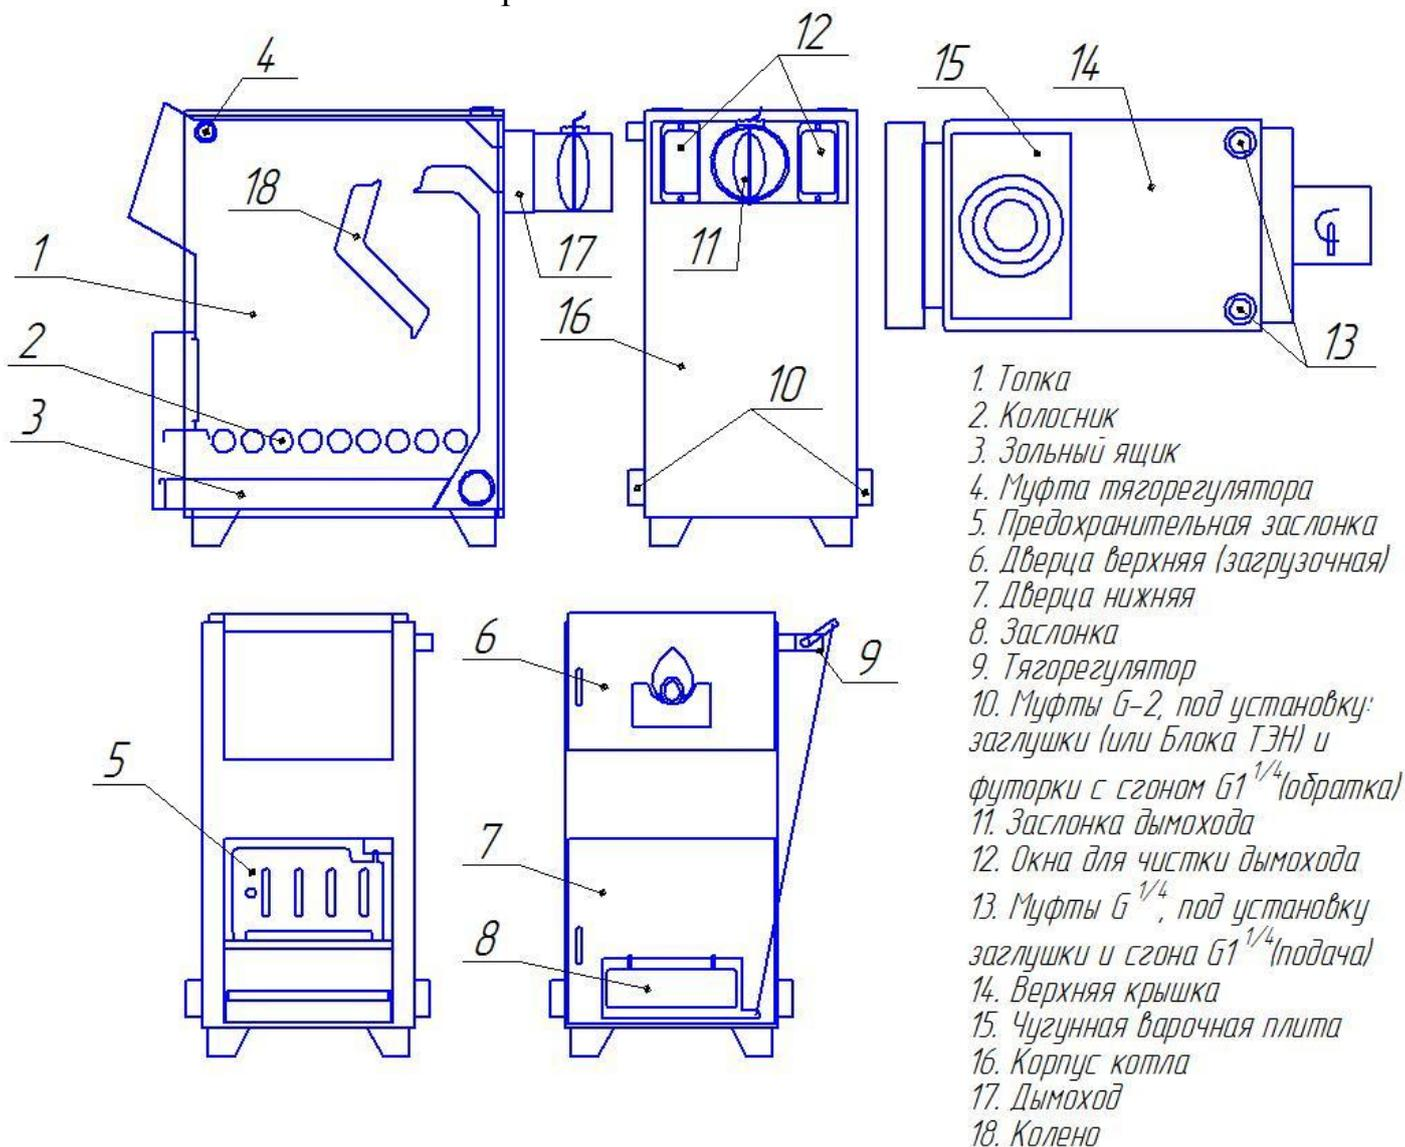

Рисунок 1. Конструкция котла
4.6.4. Эксплуатировать котел при неполном заполнении системы отопления водой и с открытыми дверцами (поз.6,7) (см. рис.1).
5.1. Котел (рисунок 1) состоит из корпуса (поз. 16), топки (поз.1), дымохода (поз. 17). В нижней части топки устанавливаются предохранительная заслонка (поз. 5) и зольный ящик (поз. 3). К передней стенке корпуса котла на осях присоединяются нижняя дверца (поз. 7), через которую производится растопка котла, чистка колосниковой решетки (поз. 2) и удаление золы из зольника. В нижней дверце котла встроена заслонка подачи первичного воздуха (поз. 8) для регулировки поднятия заслонки применяется тягорегулятор (поз. 9). К наклонной части котла на оси присоединяется загрузочная дверца (поз. 6), через которую осуществляется загрузка топлива и чистка колена (поз. 18). Чистка колена осуществляется кочергой и шуровкой (поз. 5 и 6 таблица №2). В муфты (поз. 10) монтируется заглушка (либо блок ТЭН) и сгон обратки (слева либо справа в зависимости от места установки котла). В муфты (поз. 13) монтируется заглушка и сгон подачи (слева либо справа в зависимости от места установки котла, но патрубки подачи и обратки должны быть расположены в противоположных направлениях).